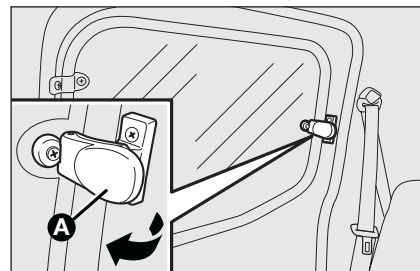

fig. 60
- ☐ llevar la palanca **A-fig. 60** hacia afuera hasta lograr la apertura completa del vidrio.